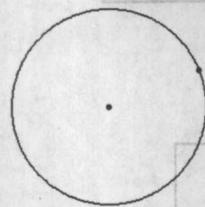

图 2-2-24
④ CR 圆：选择该工具后，在操作界面里随意点两点，即可作出一个正圆。其中，第一点为圆心点，第二点为半径点(图 2-2-24)。